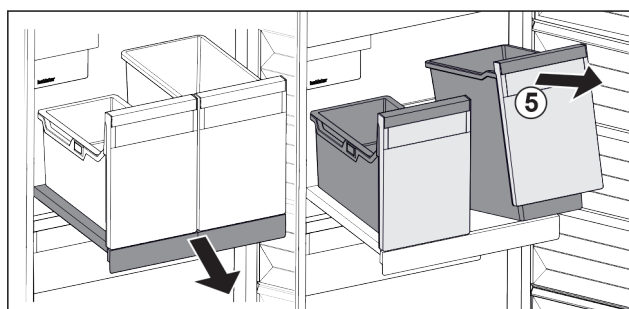

Fig. 18
- Ridicați recipientul Fig. 18 (5) din față.